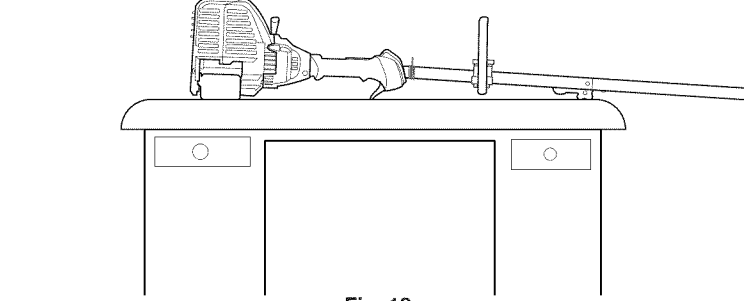

Fig. 18
2. **Ubique la unidad sobre una superficie plana y nivelada,** como un banco de trabajo o una mesa. El protector del cabezal de corte debe quedar colgando del borde de manera que el motor quede nivelado (Fig. 18).